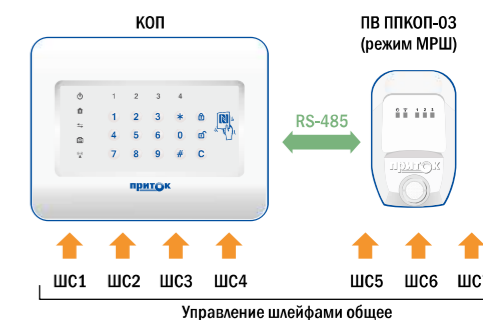

Рис. 12
- работа в режиме ответчика (Рис. 12);